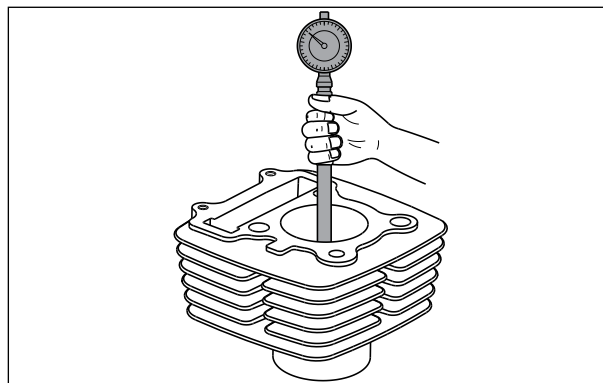
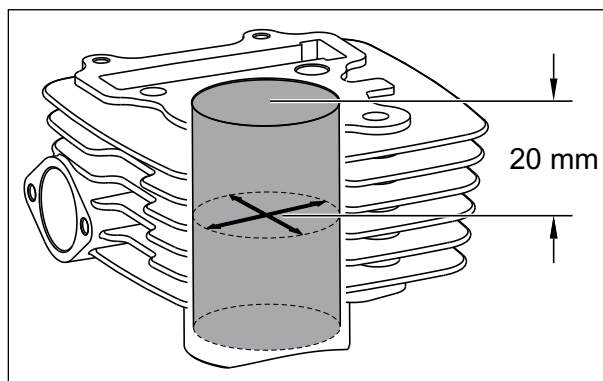

Fig. 3.90
Fig. 3.91
- Meça o diâmetro interno do cilindro, utilizando um medidor de diâmetro interno (súbito). O cilindro deve ser verificado em dois eixos em referência ao eixo do cilindro e em três locais, conforme mostrado na figura. (Fig. 3.90 e Fig. 3.91)